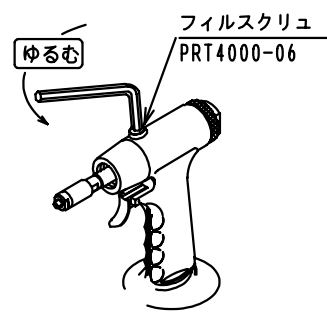

図7-7
- (6) 油圧オイルの注入が完了した後、エアーストロンアッセンブリーとチャンパーキャップを組立てます。組立は分解と逆の手順で行ってください。
- (7) 19mm スパナでノーズハウジングを外してください。
- (8) リベットツールを上向きにして立て、フィルスクリュを5mm六角レンチで緩め、余分な油圧オイルと空気（気泡）を除去してください。油圧オイルが出なくなるまで放置した後、フィルスクリュを締め付けてください（図7-7）
- (9) 最後にノーズハウジングを取り付けてください。